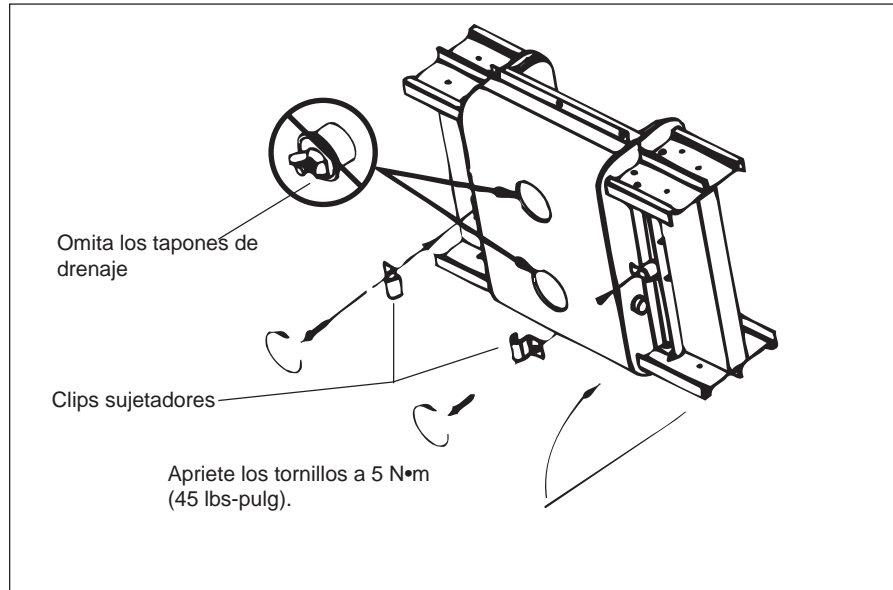

Figura 6
- Si fuese necesario, instale los clips sujetadores. Los clips no son necesarios si la cubierta inferior cuenta con un solo agujero. Omita los tapones de drenaje (figura 6).